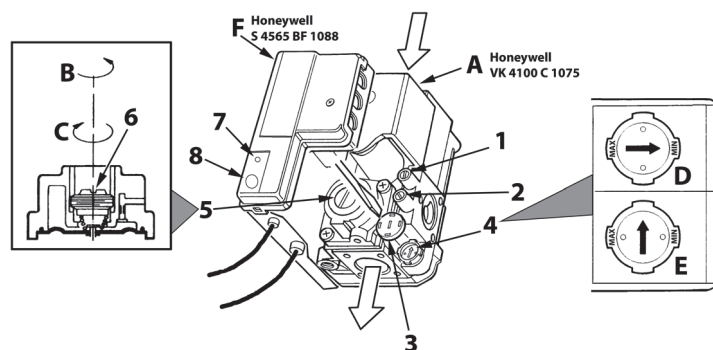

fig. 6 - Regulación de la presión
2. Quitar el pequeño capuchón de protección 3 de la válvula de gas (fig. 6). Con un pequeño destornillador, regular el "STEP" de encendido para el gas deseado (G20-G25 posición D fig. 6 o G30-G31 posición E fig. 6), y volver a poner el capuchón.